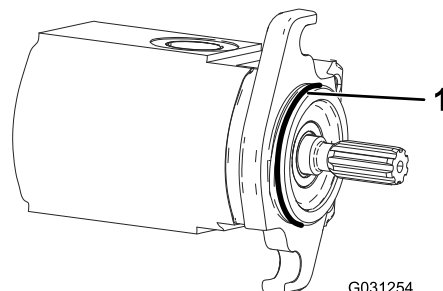

Bild 5
3. Befestigen Sie den O-Ring am Spindelmotor (Bild 5).